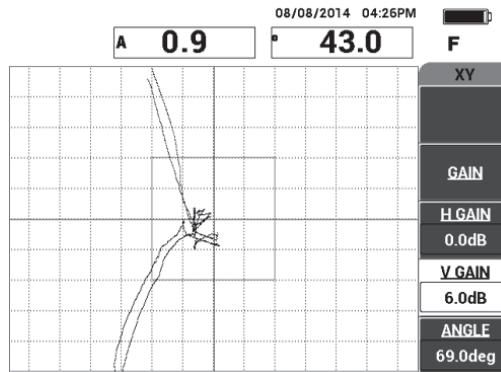

Figura 6-9 Ajustar o GANHO H e o GANHO V
- Se necessário, ajuste o **V GAIN [GANHO V]** (tecla C) e o **H GAIN [GANHO H]** (tecla D) para obter uma clara distinção entre os descolamentos próximos à lateral e os distantes (veja Figura 6-9 na página 137).